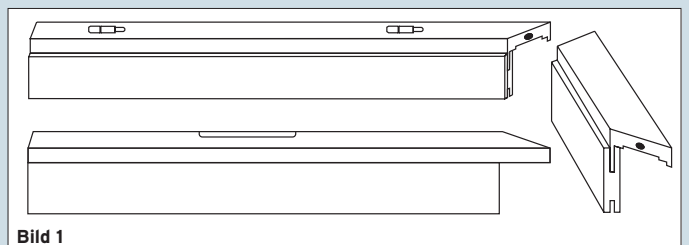

Bild 1
1. Futterteile auf vorgerichtete Montageböcke und -platte auflegen (Bild 1).